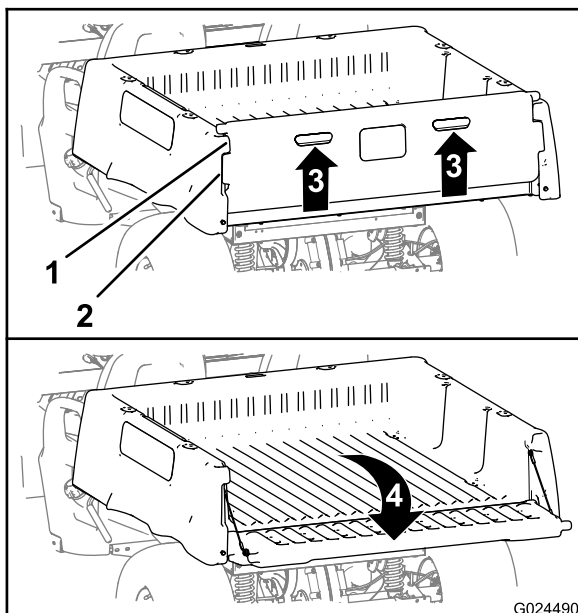

Figura 20
2. Levante nos locais indicados no painel traseiro da porta traseira (Figura 20).
- Alinhe as flanges de bloqueio na porta traseira com as aberturas entre as flanges da porta traseira na caixa de carga (Figura 20).
- Rode a porta traseira para trás e para baixo (Figura 20).
- Rode a porta traseira para cima e para a frente até as flanges de bloqueio estarem justas ao espaço da porta na caixa de carga (Figura 20).
- Baixe a porta traseira até ficar assente na parte de trás da caixa de carga (Figura 20).